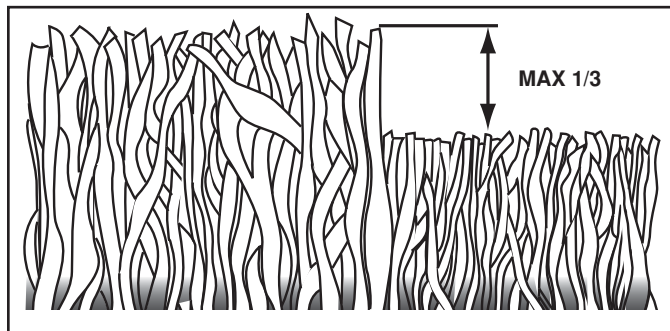

FIG. 10
- Pour les meilleurs résultats, ajustez la hauteur de coupe de la tondeuse afin que la tondeuse coupe seulement le tiers du haut de l'herbe (Voir Fig. 10). Au cas où l'herbe est très haute, il sera nécessaire d'élever la hauteur de coupe pour réduire les efforts de propulsion, pour éviter de surchauffer le moteur et pour éviter l'agglutination et l'abandon de masses d'herbe coupée. Pour les conditions de broyer de l'herbe très difficiles, réduisez la largeur de coupe en imbriquant l'allée auparavant coupée et tondez lentement.